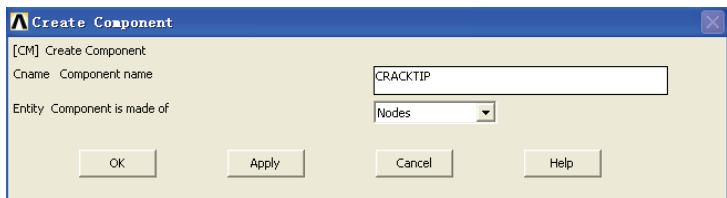

图 8-37 生成组元对话框
- 34) 选择 Utility Menu | Select | Comp/Assembly | Create Component 命令, 出现 Create Component 对话框, 在 Cname Component name 输入栏中输入 CRACKTIP, 在 Entity Component is made of 下拉选框中选择 Nodes, 如图 8-37 所示, 单击 OK 按钮关闭该对话框。